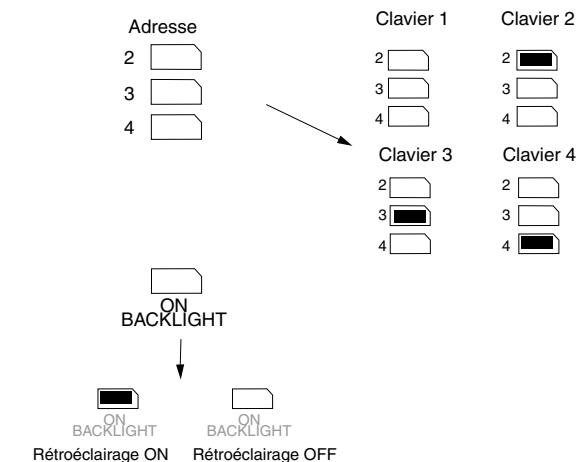

Figure 9. Adressage des claviers et activation du rétroéclairage
La centrale est fournie avec un clavier déporté. Dans le cas où plusieurs claviers sont installés, il est nécessaire d'attribuer une "adresse" différente à chacun. Les cavaliers LK2 à LK4 présents sur le circuit imprimé principal du clavier définissent son adressage (se reporter à la figure 9 ci-dessous).
En sortie d'usine, la centrale est paramétrée avec la fonction "Rétroéclairage clavier" activée (ON). Afin d'inhiber ce rétroéclairage, retirer le cavalier de la position "ON BACKLIGHT" (Rétroéclairage ON), comme l'illustre la figure 9.